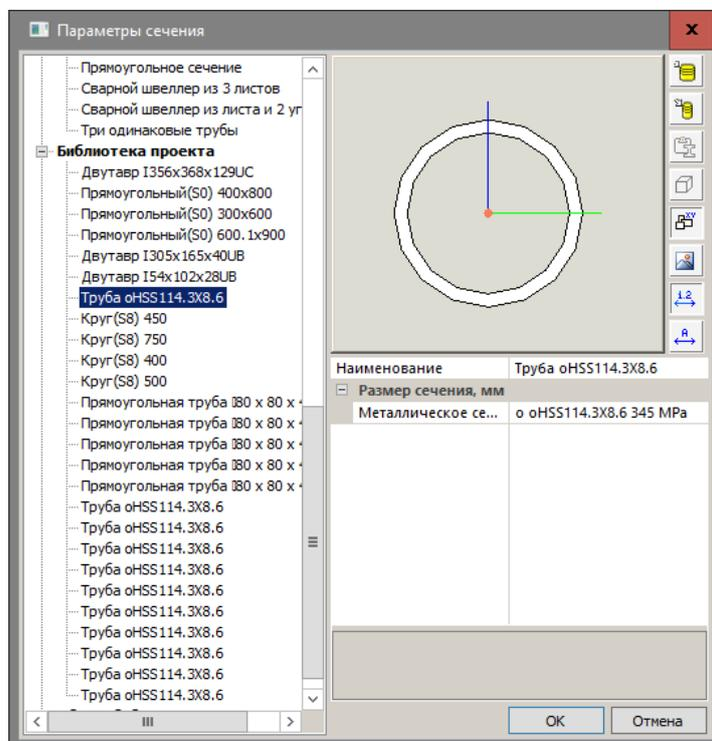

Рис.15.22. Диалоговое окно **Параметры сечения**
- вызовите диалоговое окно **Параметры сечения** (рис.15.22) щелчком по кнопке  в столбце **Сечение**;